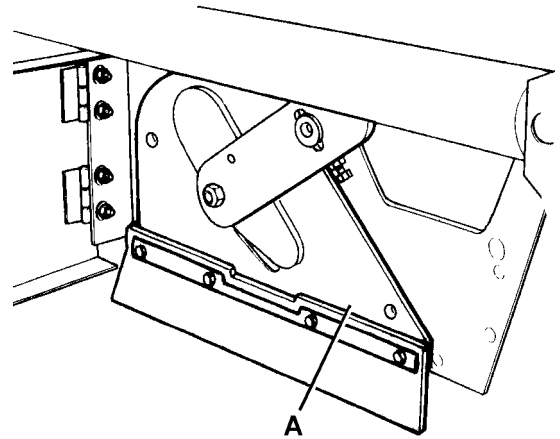
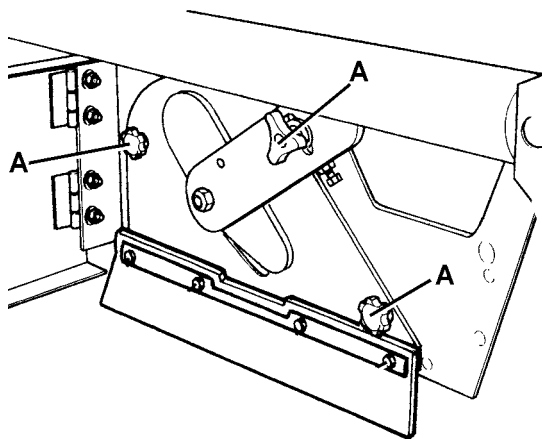

Abbildung 6
Abbildung 5
1. Die Maschine auf einen flachen Boden stellen und die Feststellbremse mittels des Pedals (84) und des Hebels (76) betätigen.
2. Den Zündschlüssel (69) auf „0“ drehen und ihn herausziehen.
3. Den Befestiger (8) lösen und die rechte Klappe (7) öffnen.
4. Die Knöpfe (A, Abb. 5) ausschrauben und entfernen.
5. Den Deckel des Hauptkehrwalzenraums (A, Abb. 6) entfernen.
10. Den Deckel des Hauptkehrwalzenraums (A, Abb. 6) einsetzen und die Knöpfe (A, Abb. 5) einschrauben.
11. Die rechte Klappe (7) schließen und den Befestiger (8) einrasten.